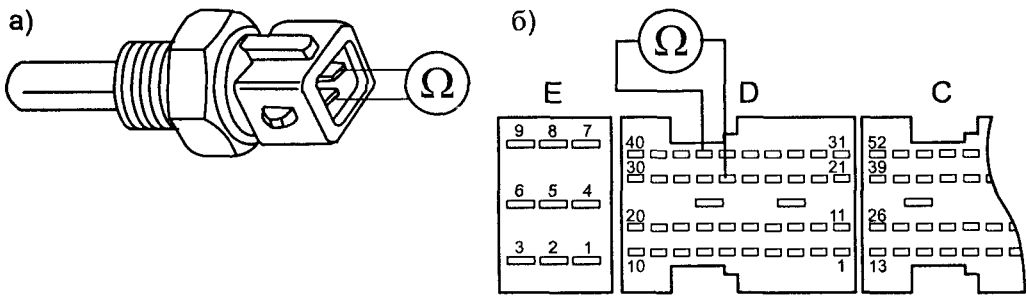

Рис. 1.5.10. Датчики
- проверяют изменение сопротивления датчика ЕСТ (см. рис. 1.5.10а и табл. 1.5.6), при несоответствии показаний вольтметра контрольным значениям датчик заменяют.
- отключают разъем ЕСМ и измеряют сопротивление обмотки датчика СКР — контакты D26 и D37, оно должно быть в пределах 650...1300 Ом (рис. 1.5.10б);